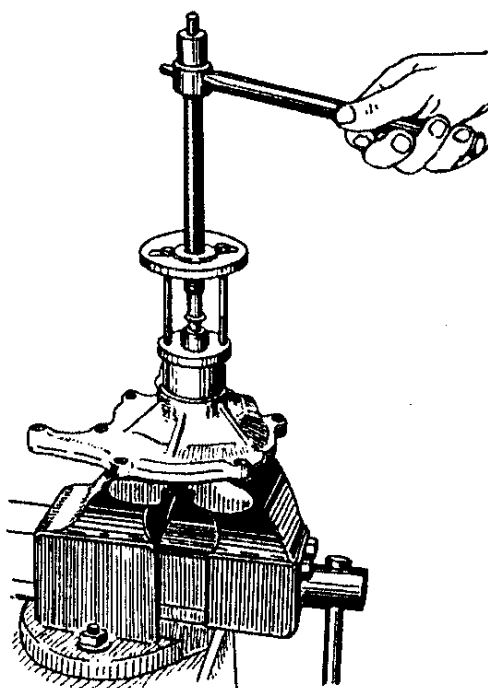

Рис.63. Снятие ступицы шкива водяного насоса
3. Снять ступицу шкива съемником (приспособление 6999-7697), как показано рис.63.